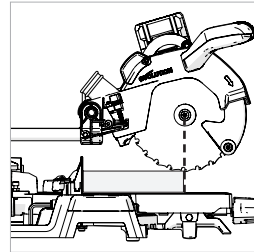

Fig. 39
- Fassen Sie den Schneidgriff und ziehen Sie den Schneidkopf nach vorne, bis sich der Dorn (Mitte des Sägeblattes) über der Vorderkante des Werkstücks befindet. (**Abb. 39**)